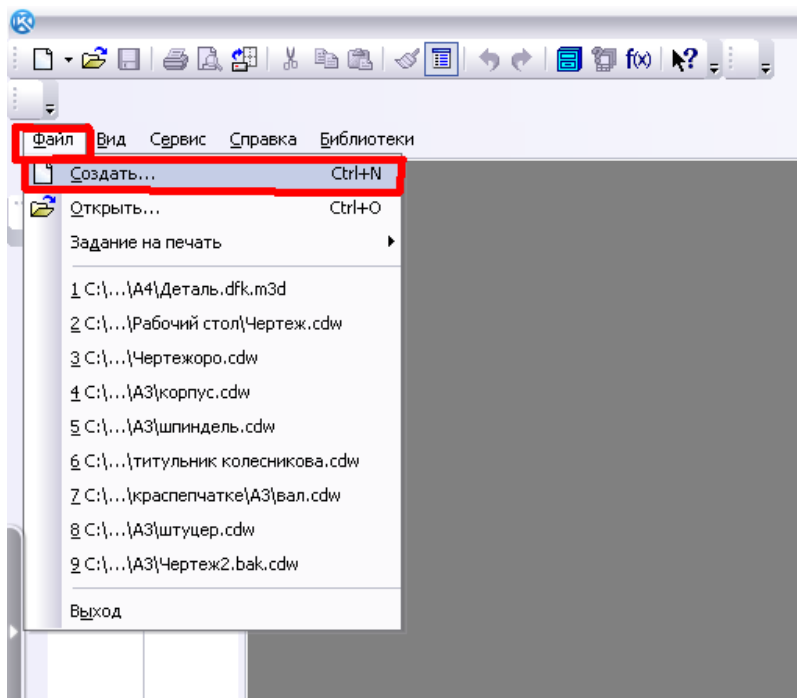

Рис.24
2. Создать новый документ.(В меню в верхней части экрана поместите левую кнопку мыши на пункте «Файл». В выпадающем меню выберете пункт «Создать ..»).(рисунок24.)